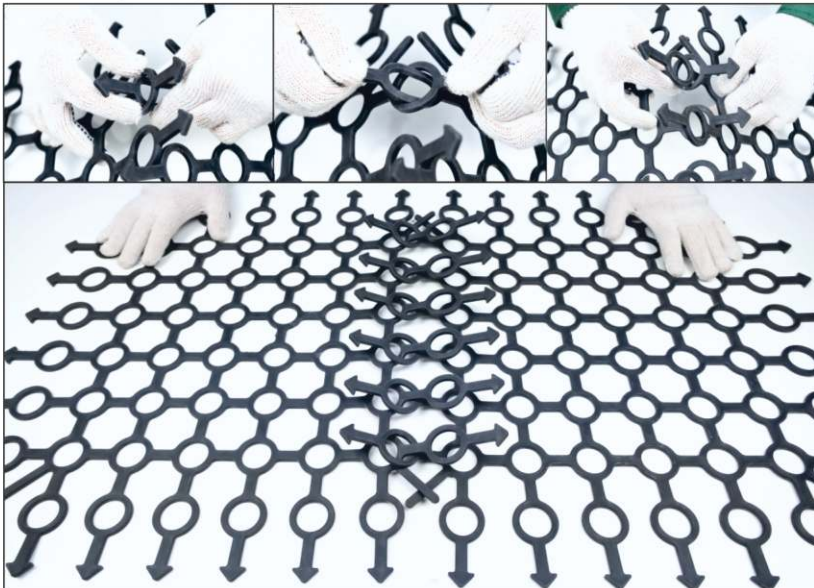

Рис. 5
5.2.2.2. Стреловидные концевики первого модуля поочередно протянуть так, чтобы его кольцевые ячейки прошли через кольцевые ячейки второго модуля (рис. 5).